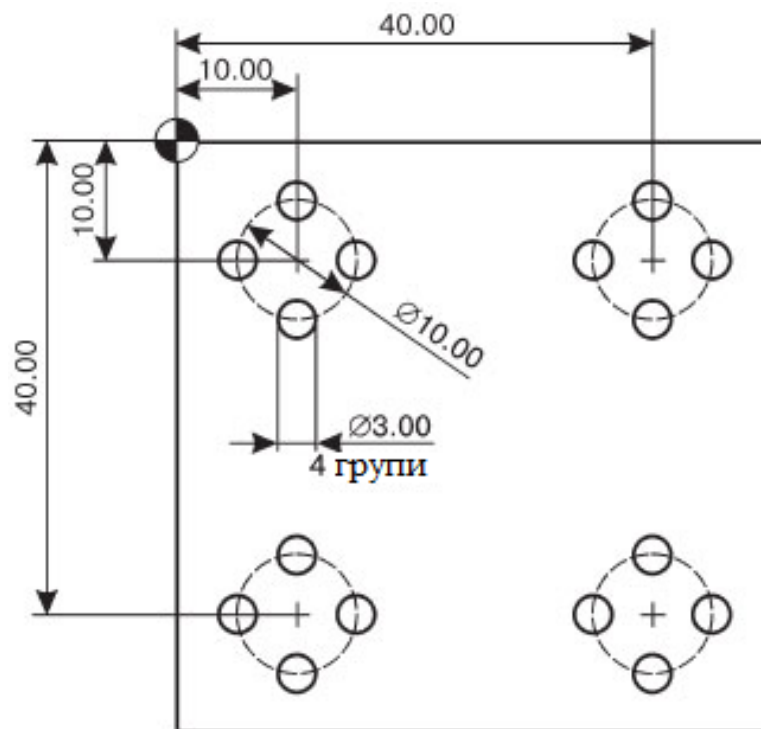

Рисунок 5.3 – Завдання до лабораторної роботи
2. Згідно індивідуального завдання створити головну програму і підпрограму обробки деталі, зображеної на рис. 5.3.
Отже, на рис. 5.3 зображена деталь з 4 групами отворів діаметром 3 мм. Нульовою точкою є верхній лівий кут деталі. Спочатку створіть головну програму, яка буде позиціонувати інструмент до кожної групи отворів. Потім напишіть підпрограму, необхідну для свердління 4 отворів в одній групі. Врахуйте, що в підпрограмі використовуються відносні координати, а зміна інструменту і основні команди знаходяться в головній програмі.